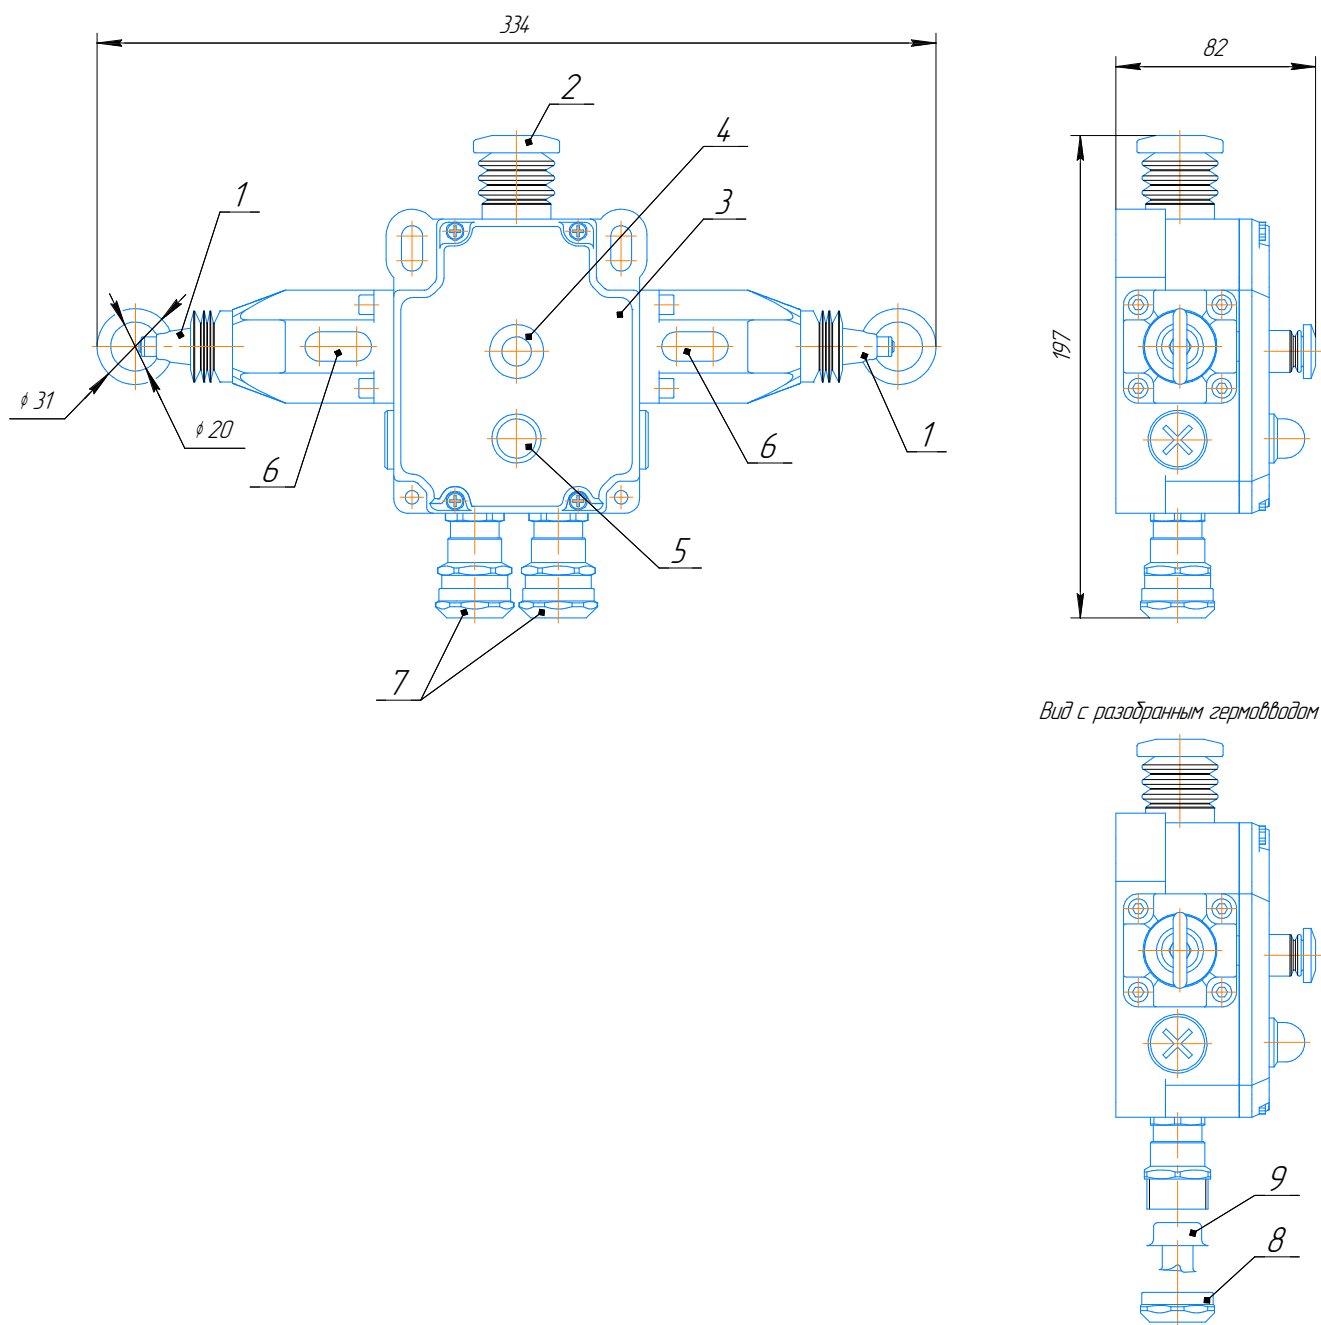

Рис.1
Выключатель (см. Рис.1) имеет два штока (1) с кольцами, предназначенными для присоединения тросов. На корпусе выключателя сверху расположена кнопка «Стоп» (2), на крышке (3) находятся рукоятка (4) взведения выключателя и контрольная лампочка (5). Контрольные окна (6), показывающие степень натяжения тросов, расположены в двух консолях по бокам корпуса.
- 7.5. Вращением талрепа задать такой натяг одного из тросов, чтобы марка с красными полосами в окне (6) (Рис.1) находилась приблизительно посередине окна. Таким же образом задать натяг второго троса.
- 7.6. Потянуть за рукоятку взведения (4) (Рис.1) и отпустить её.
- 7.9.1. Снять крышку (3) (Рис.1).
- 7.9.2. Отвернув накидную гайку (8) (Рис.1) гермоввода, надеть её на металлорукав.
- 7.9.3. Оконцеватель металлорукава (9) (Рис.1) ввернуть в металлорукав.